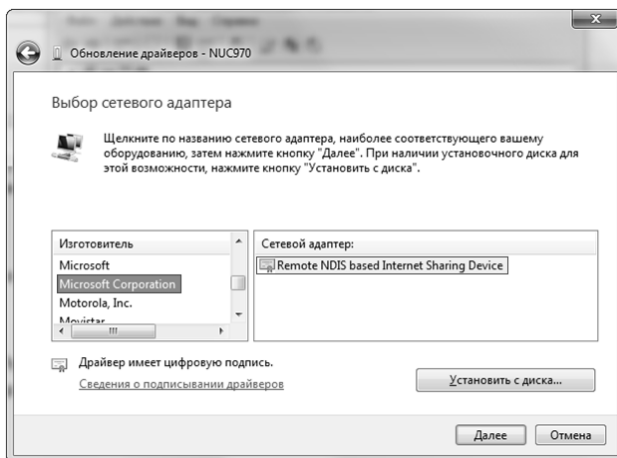

Рисунок 14 – Окно «Обновление драйверов NUC970»
3.5.13.14 В разделе «Изготовитель» (слева) выбрать «Microsoft Corporation», в разделе «Сетевой адаптер» (справа) выбрать «Remote NDIS based Internet Sharing Device» (рисунок 14). Нажать кнопку «Далее».